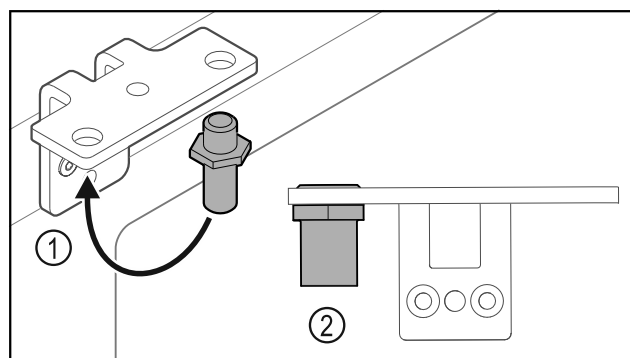

Fig. 30
- Cambiar la posición del perno Fig. 30 (1) en la escuadra de bisagra.
- Apretar el perno Fig. 30 (2) con un **par de 12 Nm**.